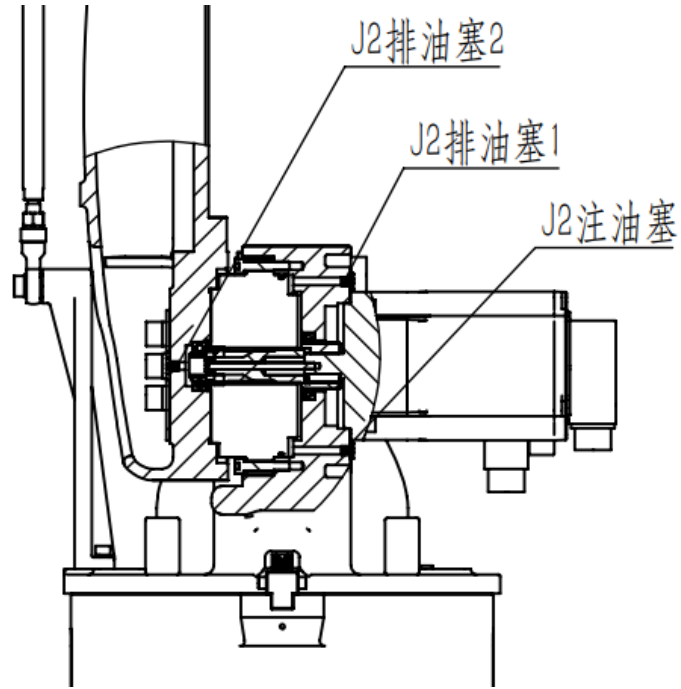

图 4-2 J2 轴减速机更换润滑油
- 3) 移去润滑油供排口的 M8 内六角螺塞（M8×1），见图 4-2~图 4-4。